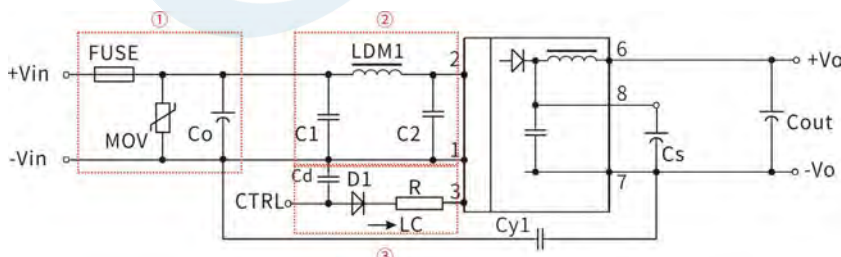

图 3
- ② 图 3 中第①部分用于 EMS 测试；第②部分用于 EMI 滤波，可依据需求选择；
- ② VC 为 Ctrl 端相对于输入地 GND 的电压，VD 为 D1 的正向导通压降，IC 为流入 Ctrl 端的电流，一般取 5-10mA，Ctrl 端外围电路如图 3-③；
- ③ 若图中元器件无附其参数说明，则此型号外围中不需要这个元器件。